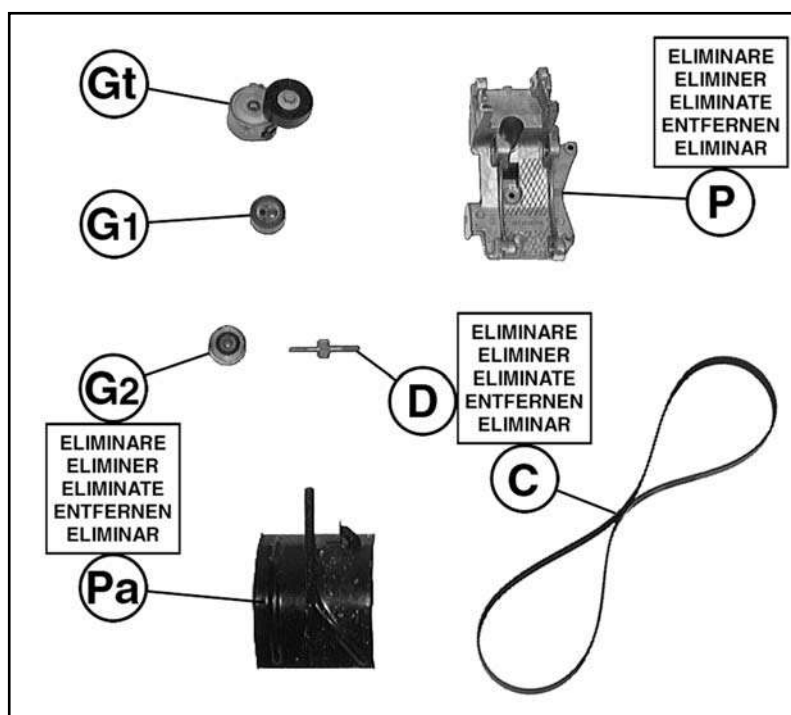

FIG. 3.1
- I** Montare la piastra «1» di supporto alternatore-pompa idroguida fissandola in corrispondenza dei fori filettati «a-b-c-d» indicati in fig. 3.1.
- F** Poser la plaque «1» support alternateur – pompe de direction assistée et la fixer aux trous filetés « a-b-c-d » indiqués fig. 3.1.
- GB** Install the alternator-hydraulic power steering pump support plate «1» and secure it to the threaded holes «a-b-c-d» indicated in fig. 3.1.
- D** Träger «1» der Drehstromgenerator-Servolenkungspumpe einbauen und an den in Abb. 3.1 dargestellten Gewindebohrungen «a-b-c-d» befestigen.
- E** Montar la placa «1» de soporte alternador-borna servodirección fijandola en correspondencia con los orificios fileteados «a-b-c-d» indicados en la fig. 3.1.
Fissare la piastra supporto compressore «6» in corrispondenza dei fori «e-f-g-h» del blocco motore indicati in fig. 3.1.
Fixer la plaque support du compresseur «6» aux trous «e-f-g-h» du bloc moteur indiqués fig. 3.1.
GB Release the threaded bushings «B» found on the compressor support plate «6». This is done by tapping lightly so that it can slide. Secure the compressor support plate «6» to holes «e-f-g-h» in the engine block, indicated in fig. 3.1.
Kompressorträger «6» an Bohrungen «e-f-g-h» des Motorblocks-siehe Abb. 3.1 festschrauben.
Fijar la placa de soporte compresor «6» en correspondencia con los orificios «e-f-g-h» del grupo motor indicados en la fig. 3.1.